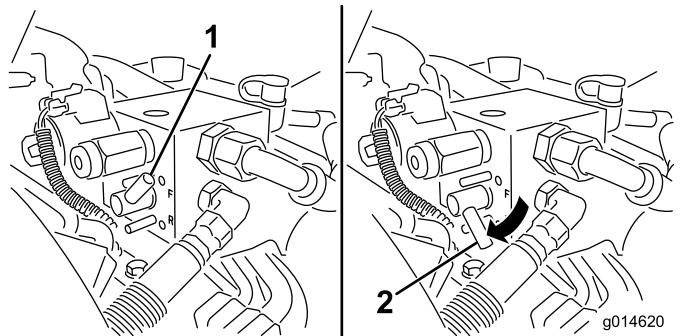

Figura 51
- Gire la palanca de autoafilado a la posición de MARCHA ATRÁS (R) (Figura 51).